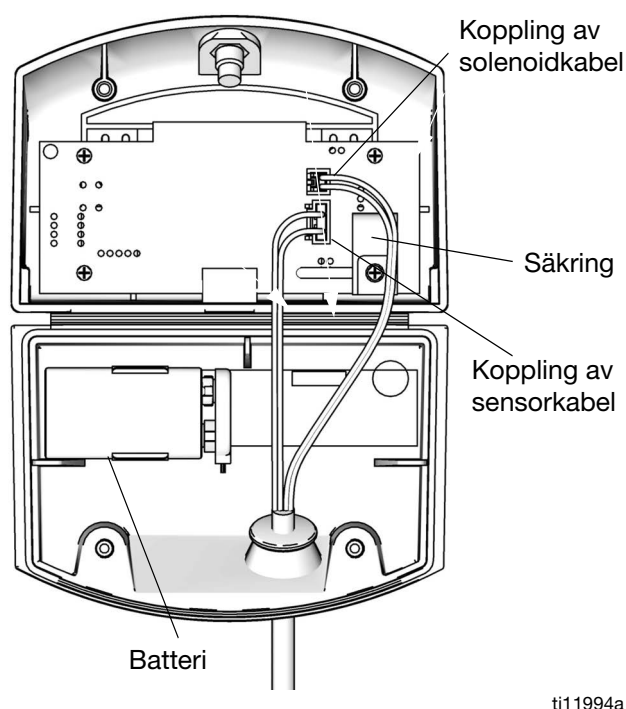

BILD 20. Placering av batteri och säkring för DataTrak
5. Koppla ur det använda batteriet och sätt i ett godkänt batteri. Se BILD 20.